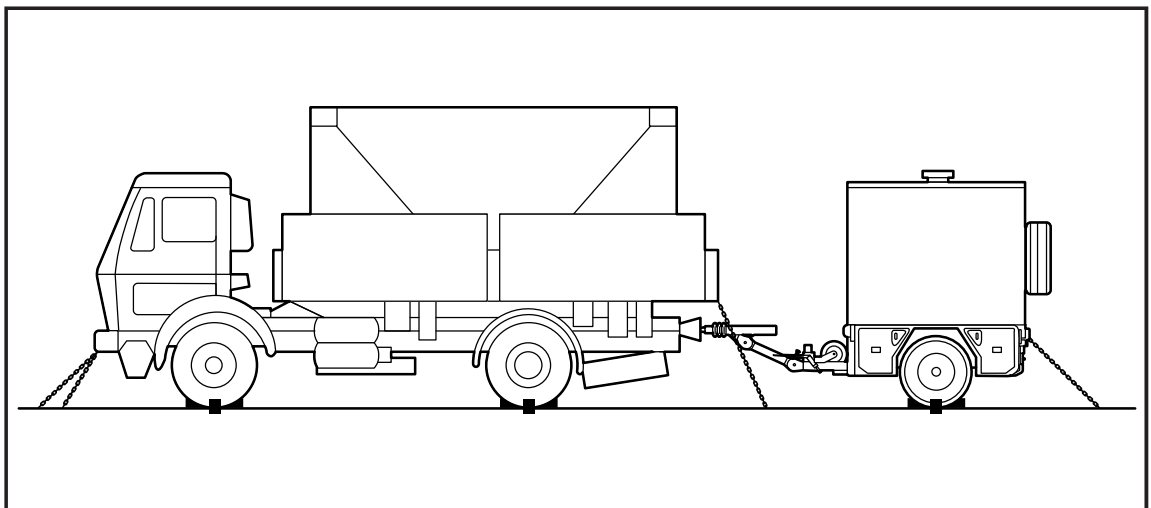

Bild 90 LKW mit Feldküchenanhänger für den Eisenbahntransport, verlastet
- Verzurren des Zuges gemäß Bild 90.